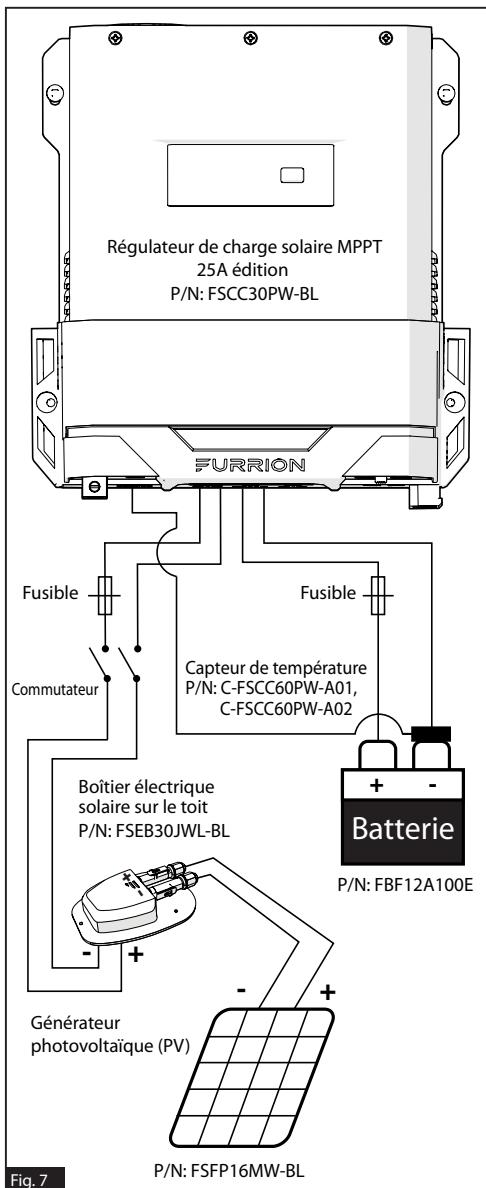

Fig. 7
7. Activez le disjoncteur du générateur photovoltaïque (le cas échéant). [Figure 7/8/9/10]